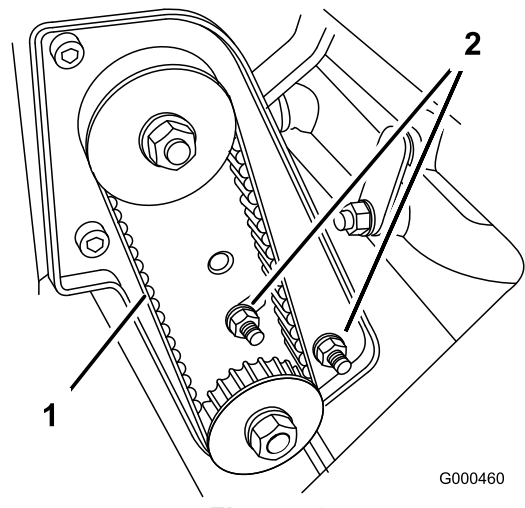

Figura 43
- A. Allentate i dadi di montaggio della sede del cuscinetto (Figura 43).
- C. Serrate i dadi di montaggio della sede del cuscinetto tenendo ferma nel contempo la chiave torsiometrica all'impostazione prescelta (Figura 43). Non tendete eccessivamente la cinghia.